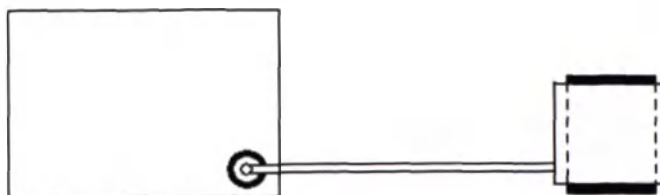

Рисунок 41 – Схема теста на утечку
2. Оберните манжету вокруг цилиндра, как показано ниже (рисунок 41).